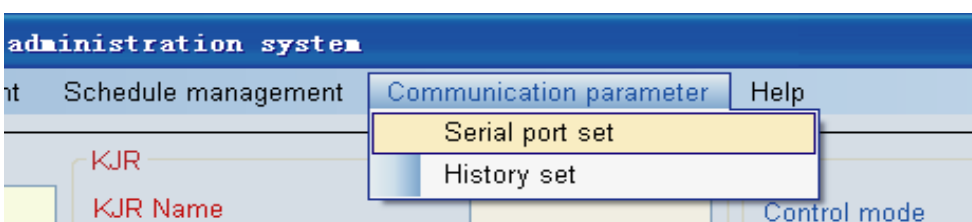

Рис. 4-50
4) “ Раздел “Communication parameter” («Параметры связи») включает : “Serial port set”(«Настройка порта с последовательным выводом данных») и “History set” «Настройка истории» (см. Рис.4-50).